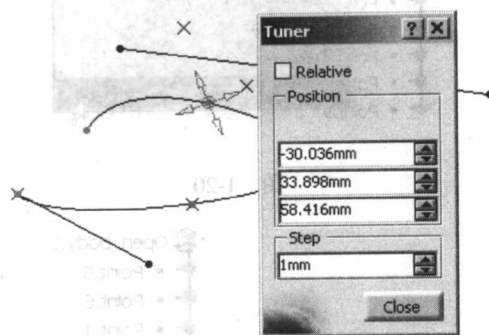

图 1-25
- ☐ 选择 **Edit** 选项,弹出 **Turner** 对话框,在对话框中可以微调该控制点的位置,如图 1-25 所示。